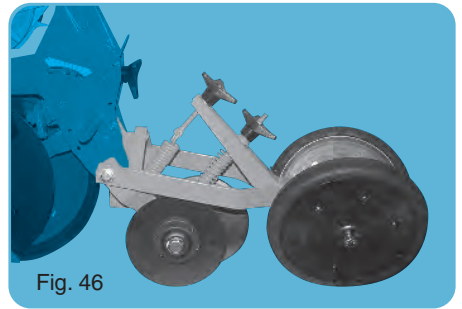

Fig. 46
- Rear unit with two discs Ø 200 (fig. 46).
- Bloc spate cu două discuri diam. 200 (fig. 46).
- Tylony blok talerzowy (fig. 46).
- Задно дисково устройство (fig. 46).